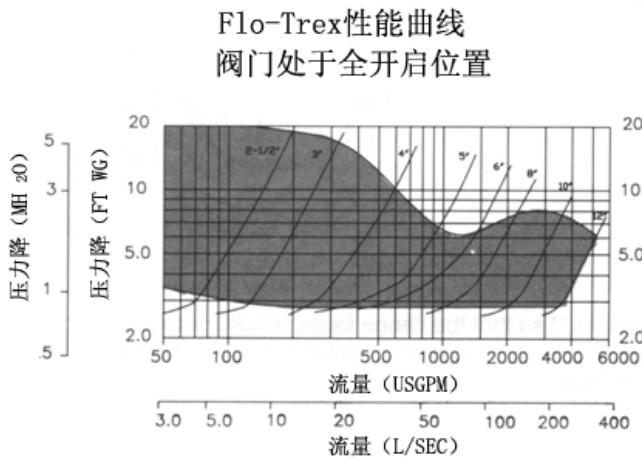

图.2
6.23 参考阀门处于全开启状态时的 Flo-Trex 阀门性能曲线(图 2)。找出图表左侧的压差，延长穿过所使用的阀门通径的水平线。沿着垂直线向下，从图表底部读出流量。
6.3.4 在系列 Flo-Trex 的性能曲线(图 2)找出从步骤 6.3.2 得到的压差值，画水平线与阀门性能曲线交叉。垂直画线，读出底部的流量。
· 根据 Flo-Trex 性能曲线(图 2), 4 英寸的阀门和 5.4 英尺(1.65 m)的压降表明流率为 400 美制加仑/分钟 (25.2 公升/秒)。